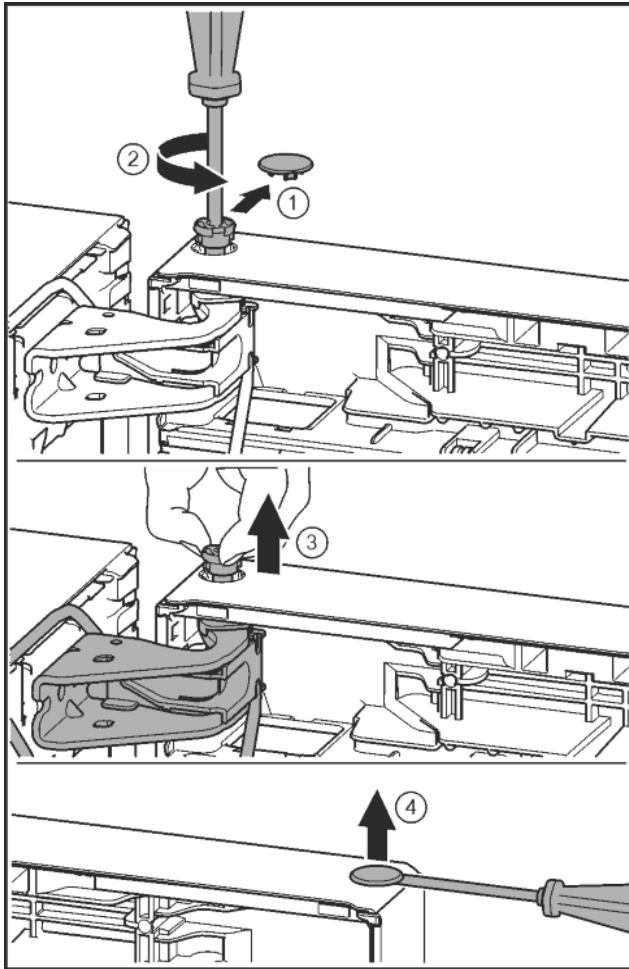

Fig. 26
- ▶ Facendo attenzione, togliere la copertura di sicurezza. Fig. 26 (1)
- ▶ Con un cacciavite T15 svitare leggermente il perno. Fig. 26 (2)
- ▶ Trattenere la porta ed estrarre il perno con le dita. Fig. 26 (3)
- ▶ Con un cacciavite sollevare con attenzione i tappi dalla boccia del supporto porta ed estrarli. Fig. 26 (4)